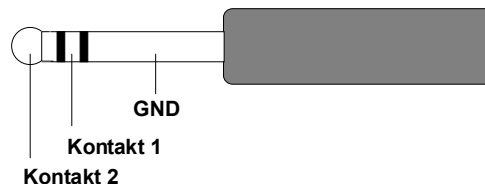

Abb. 2: Anschlußschema für Doppelfußtaster
⑧ Double Foot Switch
Die Buchse ⑧ ist der **Fußschalter-Eingang**. Sie ist als Stereo-Klinkenbuchse ausgelegt und ermöglicht daher den Anschluß eines Doppelfußtasters. Das Anschlußschema dazu zeigt Abb. 2.